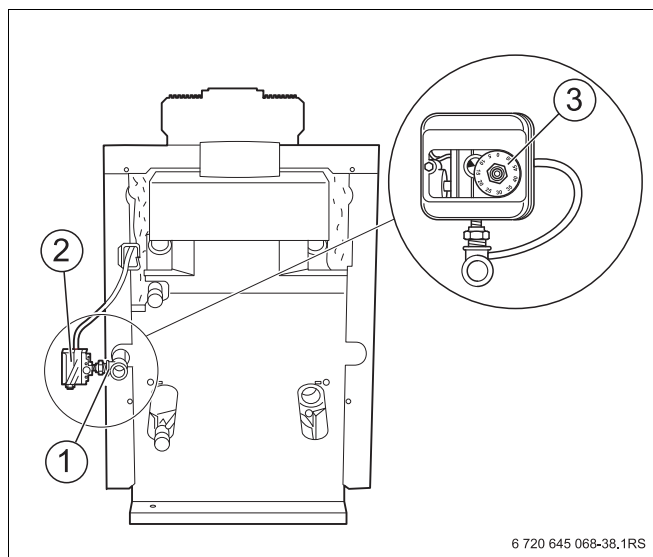

Рис. 45 Установка прибора контроля давления газа
- Установить прибор контроля давления газа (Рис. 45, **поз. 2**) на газопровод непосредственно на патрубок для подключения газа (Рис. 45, **поз. 1**) на отопительном котле вместе с регулировочным диском (Рис. 45, **поз. 3**) так, чтобы он смотрел вверх или наружу (используя переходник).